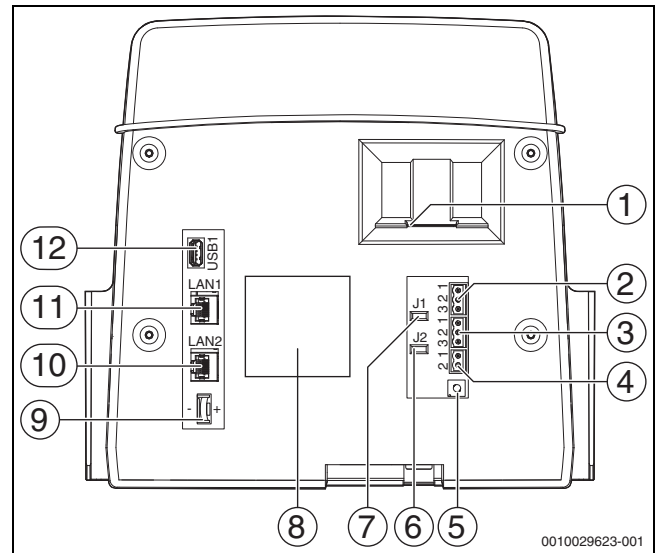

Bild 4 Anschlüsse Bedieneinheit
Das Sicherheitsmodul darf bei Kesseln mit Ansteuerung über den EMS-Anschluss (→ Bild 4, [4], Seite 10) nicht verwendet werden.
- Auf der Rückseite der Bedieneinheit an den Anschlussklemmen EMS (→ Bild 4, [4], Seite 10) mit
Für Wärmeerzeuger (z. B. BHKW) die über den Modbus-RTU angeschlossen werden (→ Bild 4, [3], Seite 10):
- ▶ BHKW am Anschluss Modbus-RTU (→ Bild 4, [3], Seite 10) anschließen.
Der Abschlusswiderstand (J2) (→ Bild 4, [6], Seite 10) ist im Auslieferungszustand geschlossen (gesteckt = aktiviert).
Der Einsatz des FM-SI bei EMS-Wärmeerzeugern ist nicht zulässig, wenn der Wärmeerzeuger über die EMS-Anschlussklemme (→ Bild 4, [4], Seite 10) angeschlossen ist.